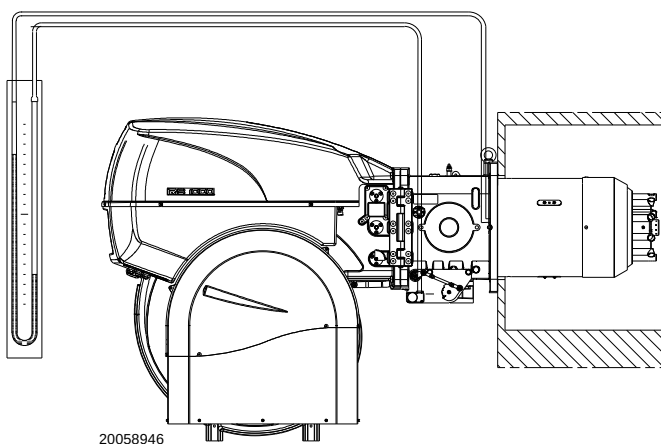

Fig. 26
- Montar un manómetro en U o un manómetro de tipo diferencial (Fig. 26), con toma (+) en la presión del gas del manguito y (-) en la cámara de combustión.
La llegada de gas al manguito puede observarse en el manómetro en U (Fig. 26).